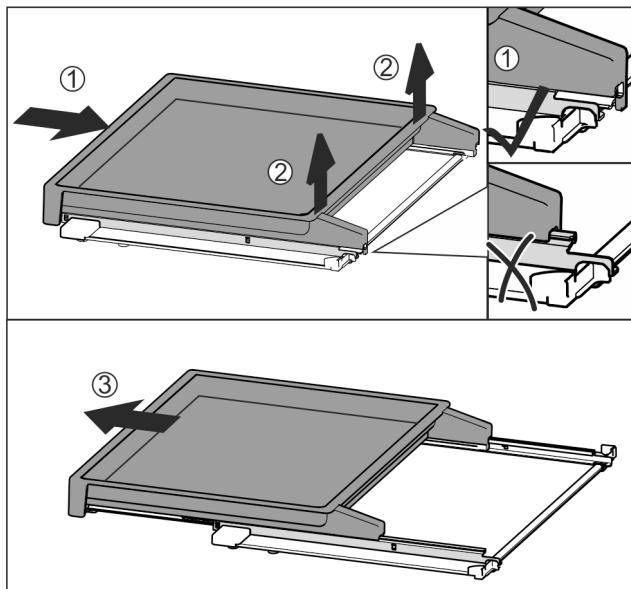

Fig. 174
- ▶ Vysouvací přihrádku zcela zasuňte Fig. 174 (1).
- ▶ Uvolněte západku na zadní straně Fig. 174 (2).
- ▶ Vysouvací přihrádku vyjměte směrem dopředu Fig. 174 (3).